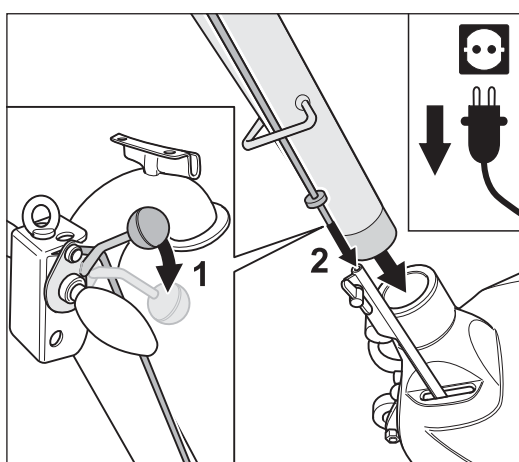

Abb. 59 Beim Einstecken des Führungsrohrs muss das Ablassgestänge richtig eingeführt werden!
- 1 Drücken Sie den Ablasshebel am Handgriff nach unten (Abb. 59, 1).
- 2 Stecken Sie das Führungsrohr in die Gehäuseöffnung und gleichzeitig das Ablassgestänge in das Gestängeunterteil am Maschinengehäuse jeweils bis zum Anschlag (Abb. 59, 2).